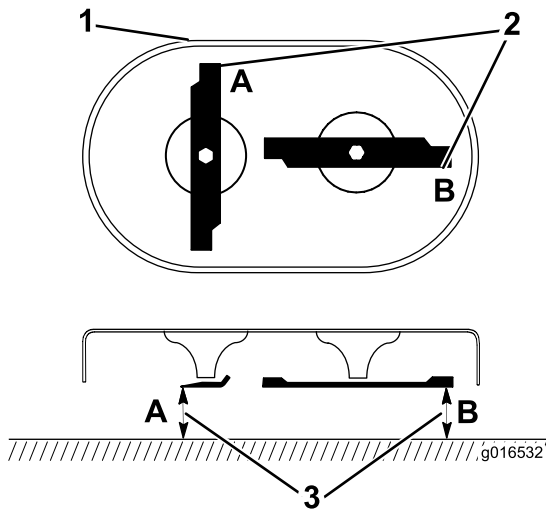

Figure 39
1. Faites pivoter les lames pour les positionner comme montré à la Figure 39.
2. Mesurez la distance entre une surface plane et le tranchant des lames aux points **A** et **B**, (Figure 39), et notez ces deux dimensions.